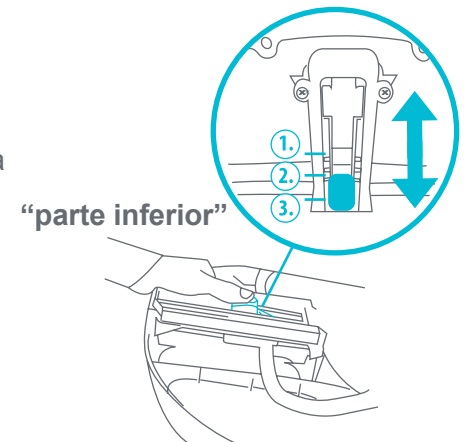

Fig. 1b
- **Para ajustar la altura:** Tuerza la palanca, deslícela verticalmente y empújela hacia arriba para ajustarla (Fig. 1b).